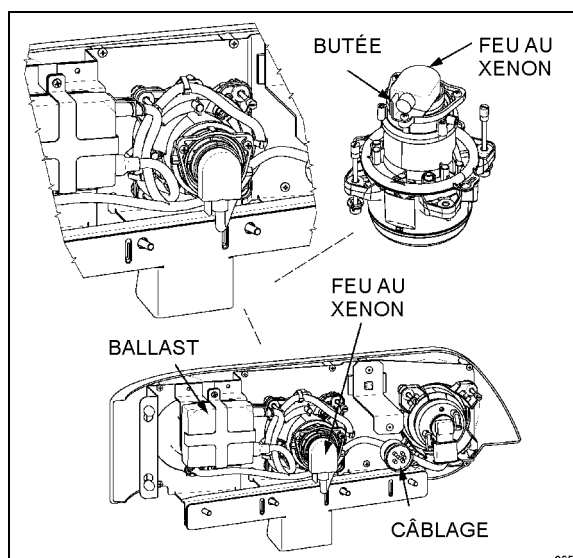

FIGURE 54 : EMPLACEMENT DU PHARE XÉNON
8. Les limites d'inspection en verticale pour les feux de croisement ou les feux de croisement d'un projecteur à double faisceau sont tels que décrits dans le tableau 1. Dans le sens horizontal, le bord gauche de la zone longue portée doit être situé de 10 cm (4 po) à gauche à 10 cm (4 po) à droite de l'axe vertical du faisceau. L'écran de réglage doit être situé 7,6 m (25 pi) devant le véhicule (Figure 54).